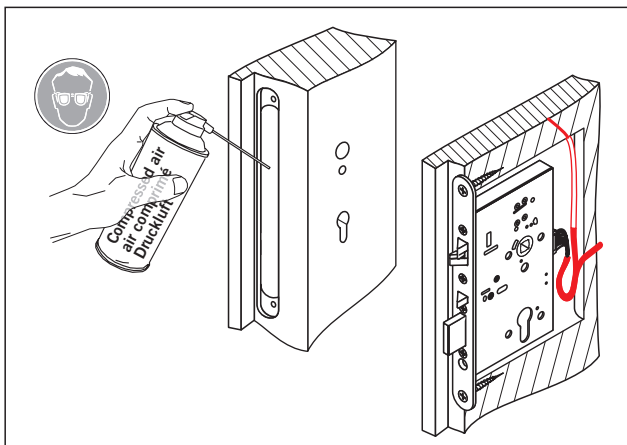

Abb. 23 Türschloss einführen
3. Das Türschloss in den Türblattausschnitt einführen (Abb. 23).